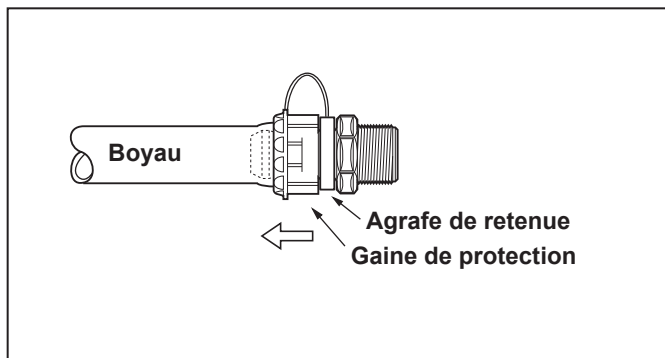

Figure 6. Installer la pince de retenue
5. En retenant le tuyau, tourner et tirer la gaine de protection du raccord rapide sur le tuyau aussi loin que possible. Encliqueter l'attache. Voir la Figure 6.
**REMARQUE** La bague de retenue doit être installée. S'il est impossible de placer la gaine de protection sur le raccord rapide pour permettre à la bague de retenue de glisser en place, voir Figure 6. Mouiller l'intérieur du tuyau avec de l'eau propre et essayer de nouveau.
1. Vérifier que l'installation est correcte. Se référer à la Figure 6.